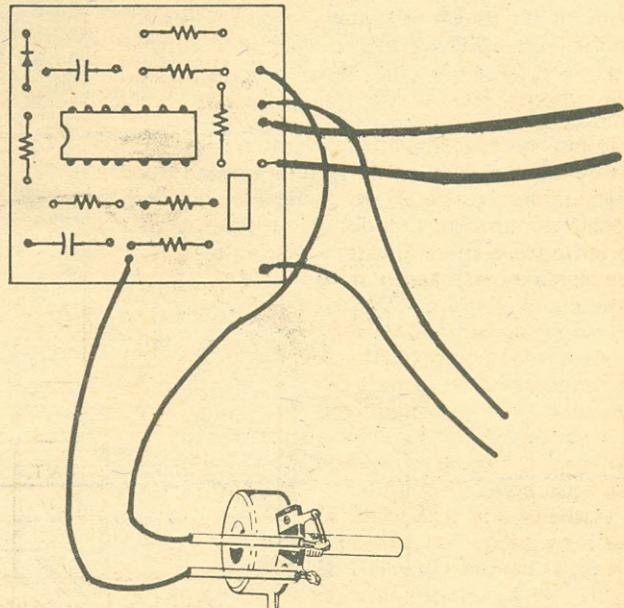

Fig. 5 - Distribuição dos componentes pela face não cobreada da plaqueta.
A distribuição dos componentes sobre a face oposta à fiação impressa pela Fig. 5.
- o diodo D1 tem seu cato-do C voltado para cima (Fig. 5);